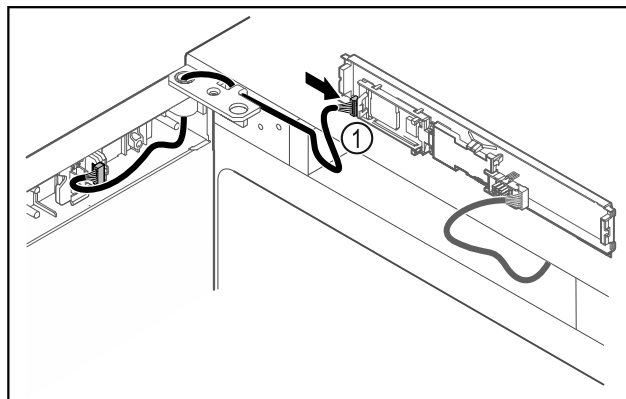

Fig. 49
- ▶ Sæt stikket Fig. 49 (1) i på printkortet.